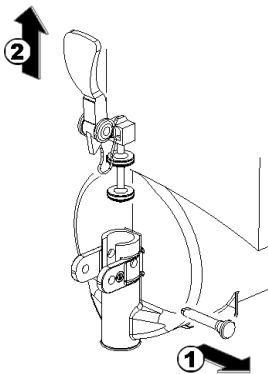

Bild 10
- 5 Den Ablaufhahn in der gezeigten Reihenfolge zerlegen (Bild 10).
- 3 Den Hahn auf dem Behälter wieder zusammensetzen. Dabei die zur Demontage durchgeführten Schritte in umgekehrter Reihenfolge ausführen (Bild 10).